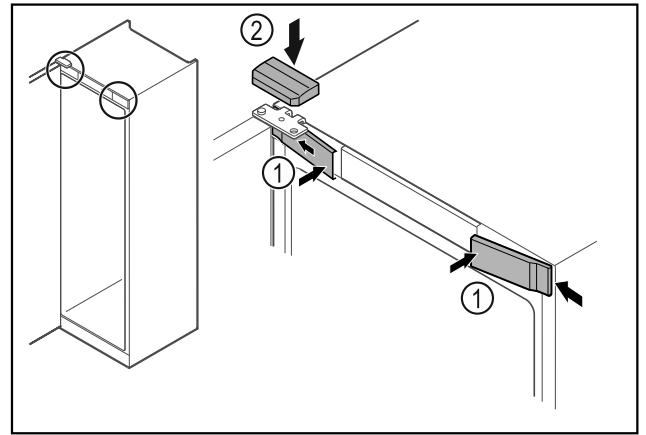

Fig. 67
- ▶ Передні кришки Fig. 67 (1) зачепити збоку та зафіксувати.
- ▶ Зафіксуйте верхню кришку Fig. 67 (2) зверху.